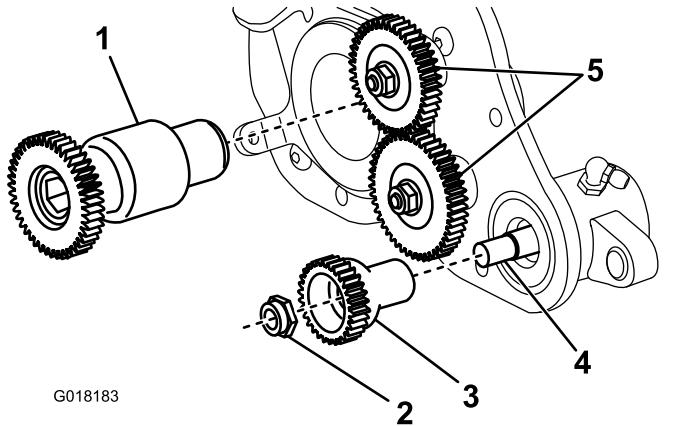

Bild 30
5. Entfernen Sie die Sicherungsbundmutter, mit der das angetriebene Zahnrad am Ende der Groomerwelle befestigt ist (Bild 30). Entfernen Sie das Zahnrad.
6. Entfernen Sie das Groomerantriebszahnrad von der Spindelwelle (Bild 30).